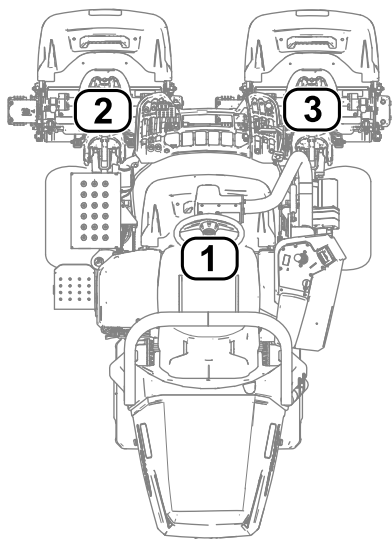

图 28
- 1 指中间滚刀组 图 28
- 2 指左前滚刀组 图 28
- 3 指右前滚刀组 图 28